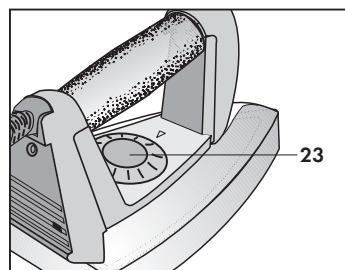

Fig. 21
- Tourner le sélecteur de température (23) du fer à repasser dans la zone désirée pour adapter la température de la sole au tissu à repasser (Fig. 21).